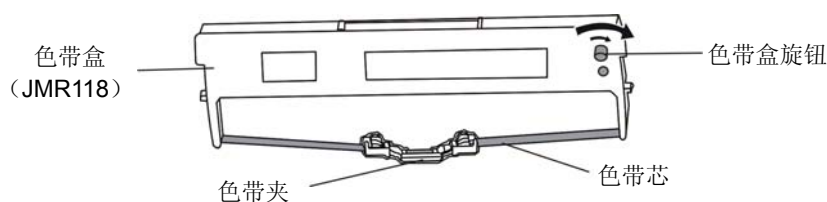

图 2-9 色带盒
4. 取出色带盒，将有旋钮的一面朝向自己，按箭头方向旋转色带盒旋钮，绷紧色带芯，以便于安装（如图 2-9 所示）。